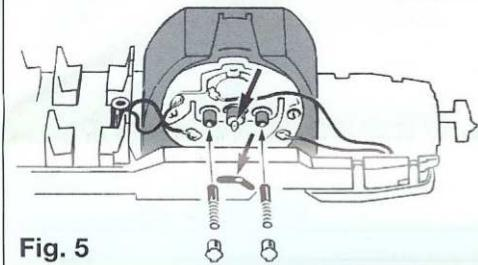

Fig. 5
**Geölt** werden Motor, Getriebe und Pendelmechanik nur an den gekennzeichneten Stellen (Fig. 5, 6). Nur **FLEISCHMANN-Öl 6599** verwenden. Nur ein kleiner Tropfen pro Schmierstelle (→), sonst Überölung. Zur Dosierung die in der Verschlußkappe der Ölflasche angebrachte Nadel verwenden.
To change the brushes, simply remove the coach body. Pull off the brush caps and fit in the new brushes (fig. 5). Spare Brushes: 6519. Spare traction tyres: 54 4007.
The motor, gears and tilting mechanism should only be oiled in the places indicated (fig. 5, 6). Only use the **FLEISCHMANN oil 6599**. Only one tiny drop on each location (→) will suffice, otherwise it will be overoiled. Use the needle mounted in the bottle cap to apply the drop of oil.
Pour le remplacement des carbons sur le moteur, retirer la carrosserie. Enlever les coiffes des porte-carbons et remplacer des derniers (fig. 5).
uniquement aux endroits répertoriés (fig. 5, 6). N'utiliser que l'**huile FLEISCHMANN 6599**. Une seule goutte par point à traiter (→) pour éviter l'excès d'huile. Le dosage voulu est obtenu grâce à l'aiguille incorporée dans le bouchon du flacon.
**Geolied** worden de motor, aandrijving en pendelmechaniek (alleen op de aangegeven plaatsen fig. 5, 6). Alleen de speciale **FLEISCHMANN-olie 6599** gebruiken. Slechts een klein druppeltje per smeeraplaats (→). Gebruik voor een juiste dosering de smeernaald aan het afsluitdopje van het olieflesje.
Ved **udskiftning af kul** fjernes vognkassen, de små kulhætter løftes af, og kullene skiftes (fig. 5). **Udskiftningskul:** 6519, Hæfteringe: 54 4007.
Motor, drev og pendelmekanik må kun smøres på de anviste steder (fig. 5, 6). Brug kun **FLEISCHMANN olie 6599**. Kun en enkej dråbe per sted (→). Brug nålen i låget på flasken.
Per cambio dei carboncini togliera la cassa, estrarre i copricarboncini e sostituire i carboncini stessi (fig. 5). **Carboncini di ricambio con molle:** 6519.
Lubrificare il motore, il riduttore e il meccanismo di inclinazione solo nei punti indicati (fig. 5, 6). Utilizzare esclusivamente **olio FLEISCHMANN 6599** ed applicare solo una piccola goccia d'olio per ogni punto di lubrificazione (→) altrimenti si verifica un eccesso di lubrificazione. Per il dosaggio utilizzare l'ago inserto nel cappuccio del flacone d'olio.